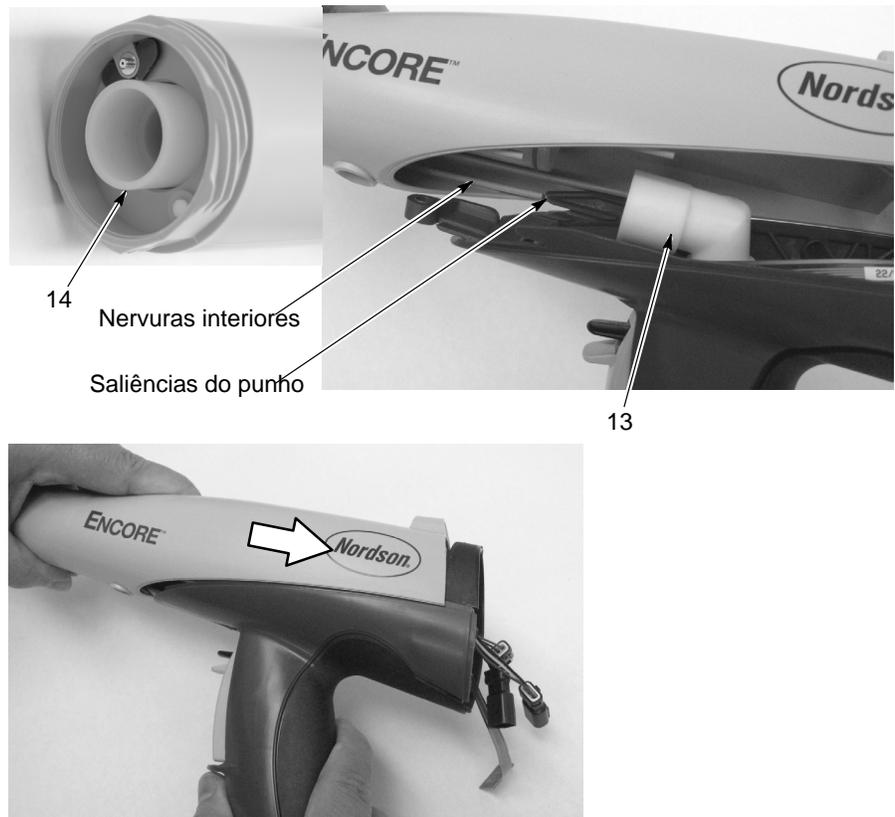

Figura 5-14 Montagem do tubo de saída de pó, do cotovelo e do corpo da pistola
16. Consulte a figura 5-14. Insira o tubo de saída (14), com juntas tóricas montadas, através da parte da frente do corpo da pistola até a extremidade ficar à face com a extremidade do corpo da pistola.
17. Assegure-se de que a junta tórica está colocada na ranhura do tubo de entrada de pó no punho. Monte o cotovelo (13) na extremidade do tubo de entrada,